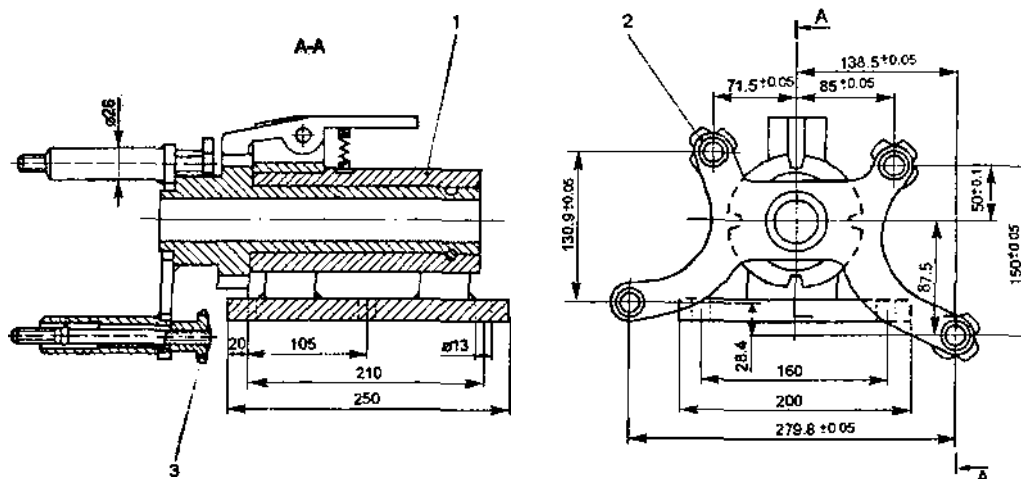
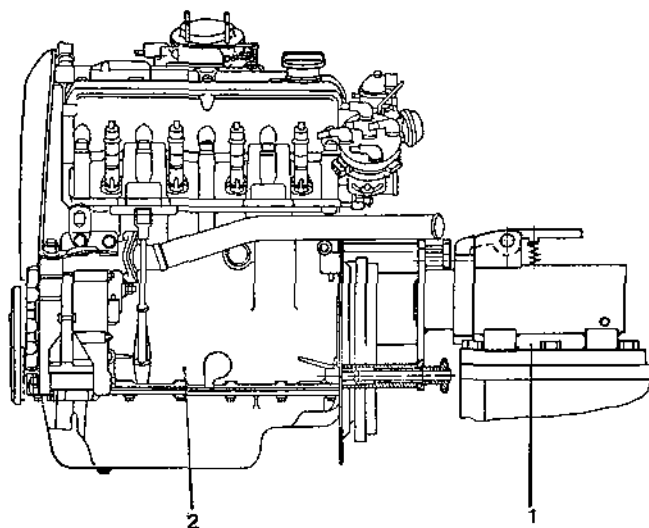

Рис. 2.24.2. Приспособление М9832-345 для крепления двигателя при разборке и сборке:
Рис. 2.24.3. Двигатель, установленный на приспособление для разборки и сборки:
1. Снять двигатель (п. 2.2). Установить двигатель на приспособление М9832-345 (рис. 2.24.2, рис. 2.24.3) для разборки и сборки, проверить и при необходимости слить остатки масла из масляного картера и охлаждающую жидкость из блока.